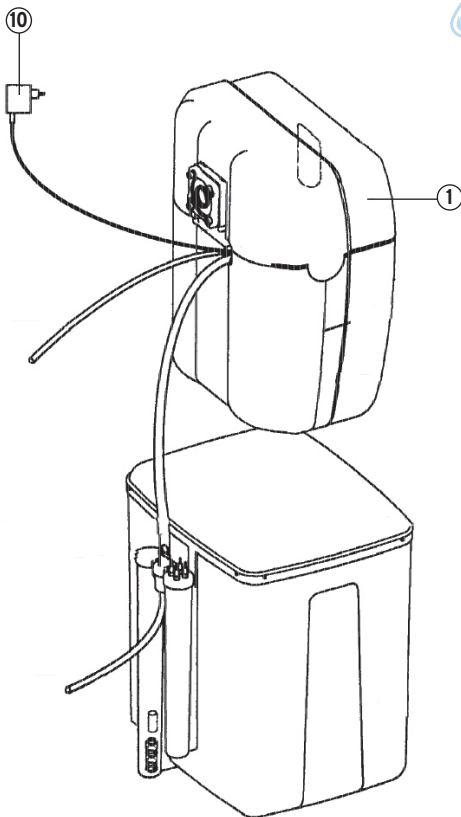

Abb. 2
- a) Steuerkopfhäube (1) (Abb. 2) abnehmen.